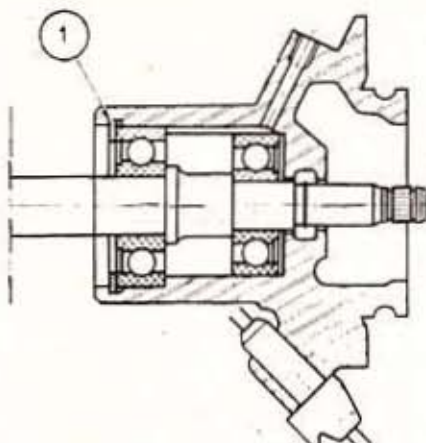

Fig. 12. — Vue en coupe de la pompe à eau
En conséquence, après avoir mis en place, dans le corps de pompe à eau, l'arbre muni de ses 2 roulements, il convient de monter le circlip (1) (fig. 12) le plus épais qui puisse être engagé entre la cage extérieure du roulement et le fond de la gorge.